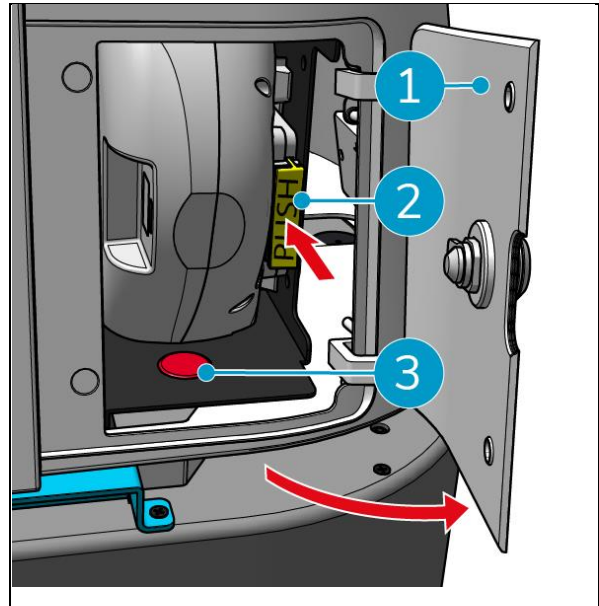
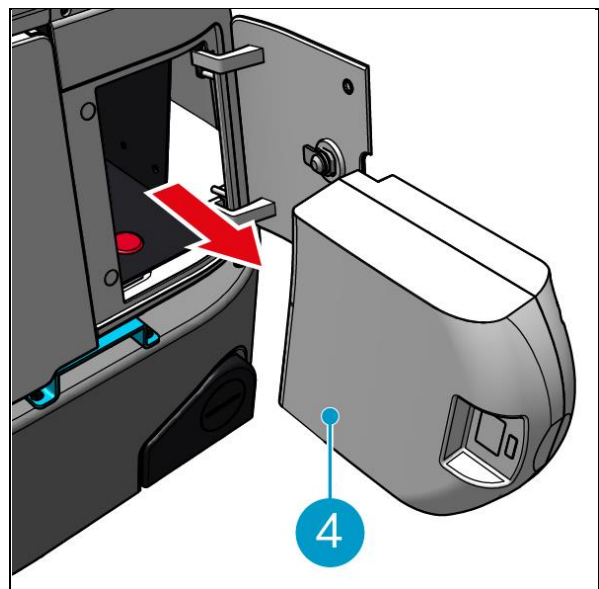

Abbildung 28
Abbildung 29
1. Entriegeln und öffnen Sie den Batteriefachdeckel (Abbildung 28, Pos. 1) mit dem mitgelieferten Schlüssel.
2. Schalten Sie das co-botic™ 45 aus, indem Sie die Ein/Aus-Taste drücken (Abbildung 28, Pos. 3).
3. Während Sie die gelbe Schiebesicherung (Abbildung 28, Pos. 2), ziehen Sie die Batterie aus dem Fach heraus (Abbildung 29, Pos. 4).